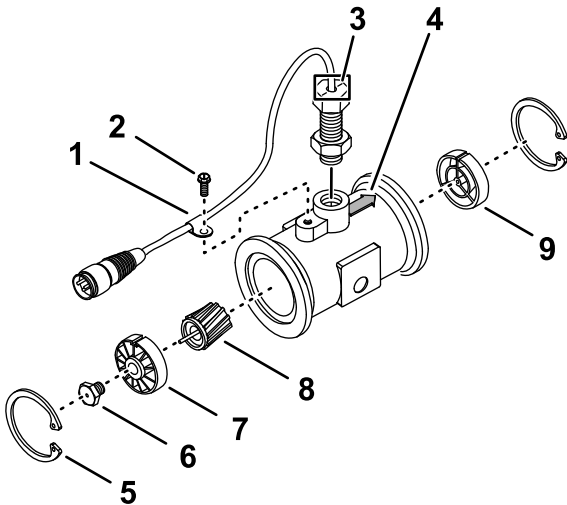

Figura 206
3. Retire el anillo de sujeción del lado “aguas arriba” (Figura 206).
7. Instale el sensor hasta que apenas toque la parte inferior de la carcasa, luego retire el sensor hasta que las marcas de alineación estén paralelas con la flecha de caudal del cuerpo con brida (Figura 206).